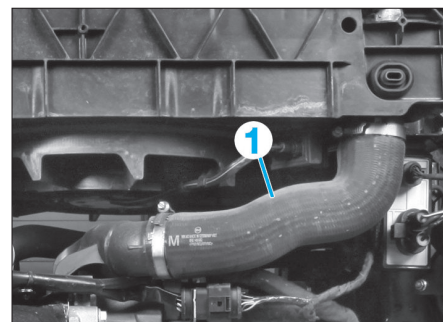
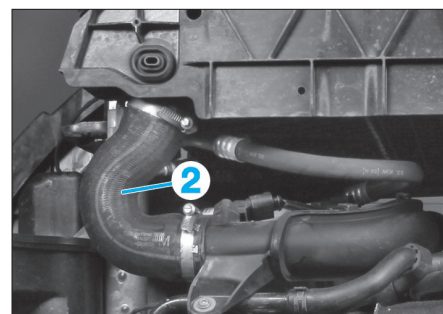

FIG. 86
FIG. 87
- le tuyau (1) et (2) de suralimentation (Fig.86) et (Fig.87),